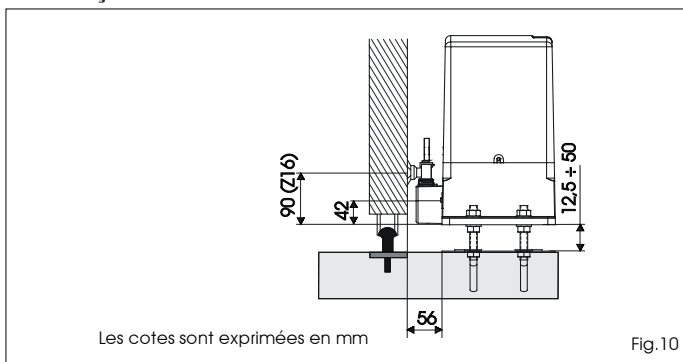

Fig. 10
- 3- Régler la hauteur du motoréducteur et la distance du portail en se reportant aux cotes de la Fig. 10.